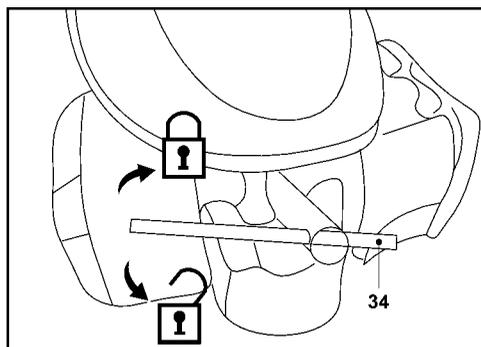

Рис. 31
2. Отверните свечу зажигания против часовой стрелки с помощью ключа для свечей зажигания (34) и осторожно извлеките её (рис. 31).